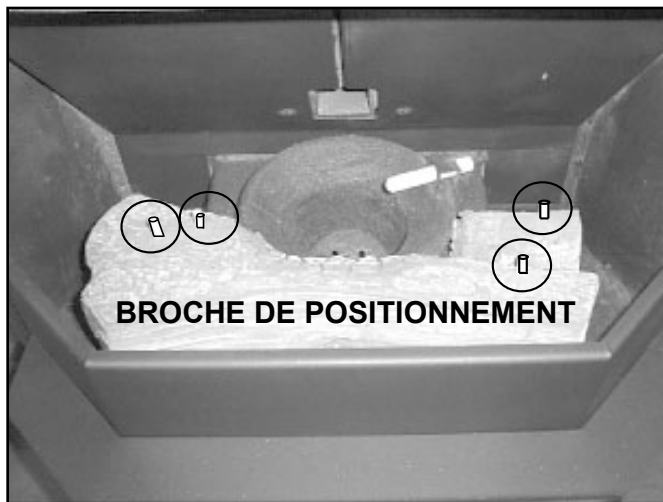

Figure 22.1
1. Placez la bûche avant en premier comme montré à la **Figure 22.1**. Placez la bûche entre le creuset de combustion et la face avant de l'appareil avec la zone carbonisée autour du creuset.